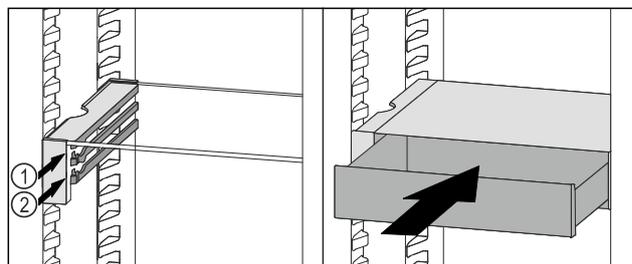

Fig. 107
- ▶ 将 VarioSafe 抽屉放置在所需肋梁 Fig. 107 (1) 或 Fig. 107 (2) 上的止动器后面。